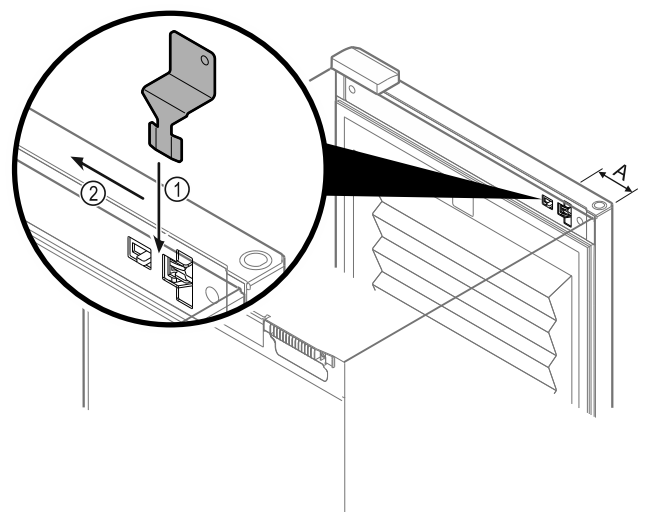

Fig. 107
- ▶ Notentriegelungsschlüssel an vorgegebener Stelle positionieren *Fig. 107 (A)* ≈ 100mm.
- ▶ Notentriegelungsschlüssel zwischen Tür und Gerätekorpus von oben bis zum Anschlag einstecken *Fig. 107 (1)*.
- ▶ Notentriegelungsschlüssel in Richtung Scharnierseite ziehen *Fig. 107 (2)*.